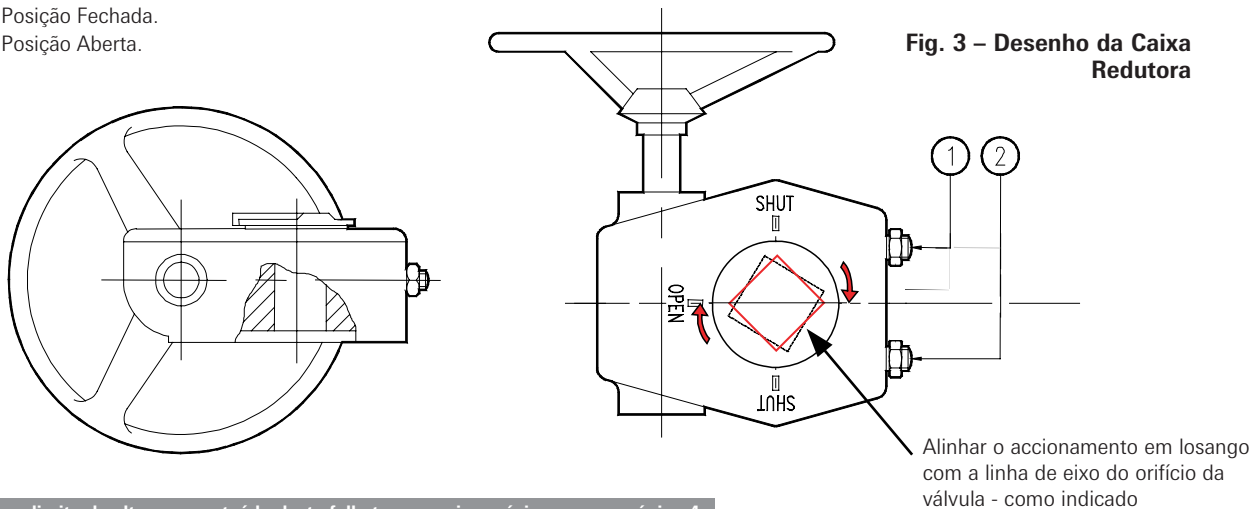

Fig. 3 – Desenho da Caixa Redutora
(Consultar a Fig.3 da Secção 5, a qual inclui um esquema das posições dos batentes mecânicos de posição)
4. Alinhar os pontos do accionamento em forma de losango, paralelamente com o orifício da válvula, como se indica na Fig.3 (Secção 5).